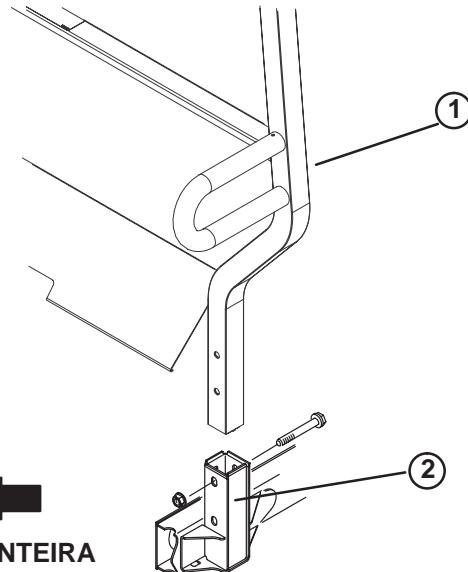

Figura 6
1. Introduza cada um dos lados do ROPS no suporte de montagem em ambos os lados do chassis do veículo, colocando o ROPS como indicado na figura 6.
2. Fixe ambos os lados do ROPS aos suportes de montagem com (2) parafusos de munhão e porcas de bloqueio de 1/2–13 x 3 polegadas lg.